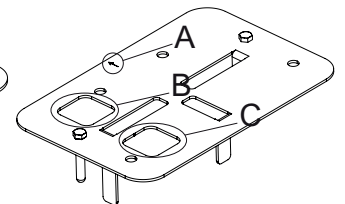

Abb. 4D
- Die Platte so ausrichten, dass der darauf angebrachte Pfeil (Pos. A) zur Zahnstange gerichtet ist (Abb. 4D).
- Die Wellrohre für die Durchführung der Kabel in die quadratische Sollbruchstelle (Pos. B) einführen; die Sollbruchstelle ermöglicht die Aufnahme eines Wellrohrs mit Durchmesser 32 mm und eines mit Durchmesser 25 mm. Sollte die Notwendigkeit bestehen, weitere Wellrohre einzuführen, so kann die zweite quadratische Sollbruchstelle (Pos. C) an der Platte (Abb. 4D) aufgebrochen werden. Die Wellrohre müssen um 5 cm aus der Platte herausragen.